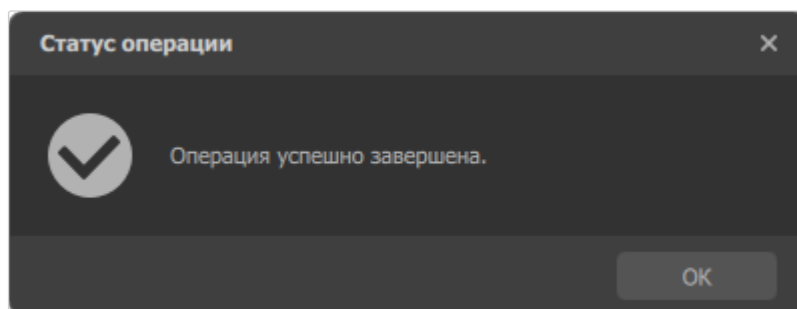

Рисунок 160. Окно уведомления о создании примитивов
- 3) Отобразится окно, уведомляющее об успешном создании графических объектов (см. рисунок 160)